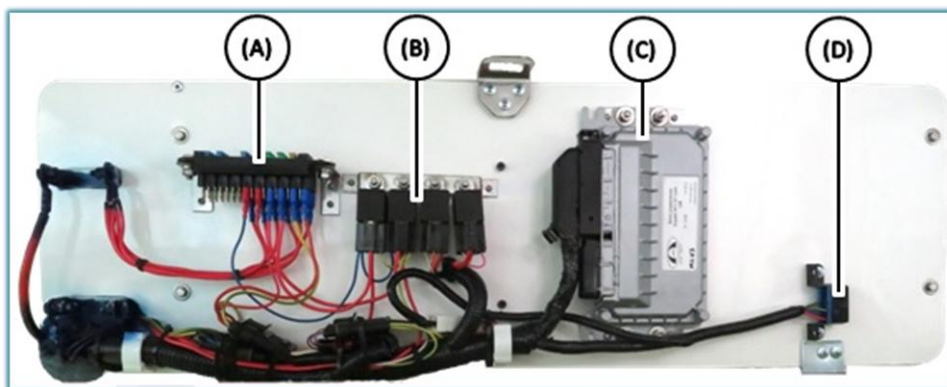

Рисунок X-1
- 1) Проверьте состояние всех предохранителей, расположенных на панели приборов и на панели управления за подголовником (Рисунок X-1).